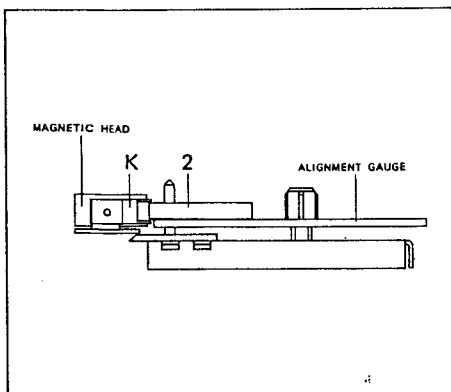

Fig. 3.19
- Die Höhe der Magnettonköpfe ist mit Schraube [J] so einzustellen, dass bei eingelegerter Lehre Schieber [2], ohne seitlich zu streifen durch die Bandführung [K] (rechts des Wiedergabekopfes) geschoben werden kann (Fig. 3.19).
- With the gauge inserted, the azimuth of the soundheads is to be adjusted with screw [J] in such a manner that slide [2] can be pushed through the tape guide [K] (to the right of the reproduce head) without touching the sides (fig. 3.19).
- Ajustez la hauteur des têtes magnétiques de façon à ce que le curseur [2] du gabarit puisse passer à travers le guide de bande [K] (à droite de la tête de lecture) sans frotter sur le côté (fig. 3.19).